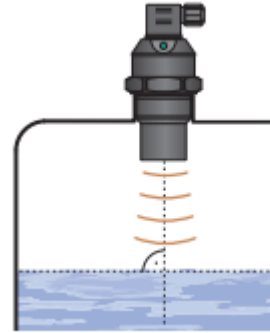

Fig. 1: Instalação correta do sensor, perpendicular à superfície do líquido
- O dispositivo é instalado verticalmente na parte superior do tanque ou reservatório utilizando um olhal, uma porca de fixação ou uma flange, de tal maneira que o eixo do dispositivo fique perpendicular ao nível da superfície do líquido a medir (Fig. 1). O dispositivo deve ser instalado em locais sem riscos de danos mecânicos na frente do sensor.
- Em conformidade com o princípio de medição, não há sinais refletidos na área imediatamente abaixo do dispositivo (zona morta). A zona morta (Fig.1) determina a distância mínima exigida entre o equipamento e o nível mais alto. As distâncias mínimas para o meio estão listadas no capítulo "Dados técnicos"